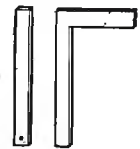

Fig. 645. Riga e
- una riga ed una squadra di metallo (fig. 645);